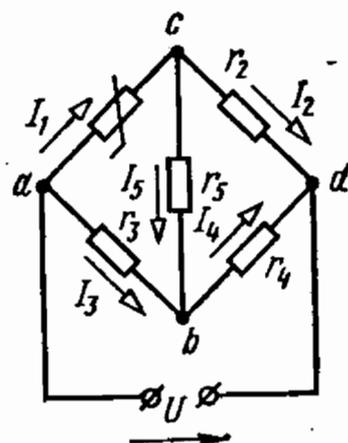

Рис. 2.19
2.19. Для измерения температуры в плечо моста (рис. 2.19) включен полупроводниковый резистор типа ММТ-1, представляющий собой нелинейный элемент с заданной в табл. 2.3 а. в. х. при ($\theta = 65^\circ$).